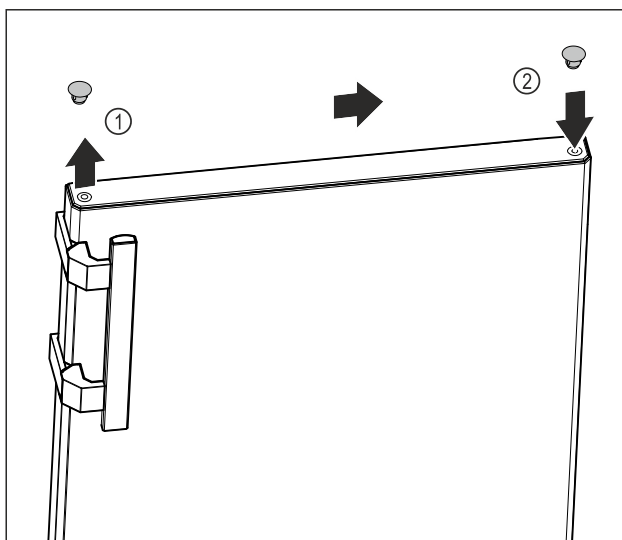

Fig. 14
- ▶ S ploščatim izvijačem previdno privzdignite pokrivni čep na zgornji strani vrat Fig. 14 (1).
- ▶ Pokrivni čep vstavite na nasprotni strani. Fig. 14 (2)